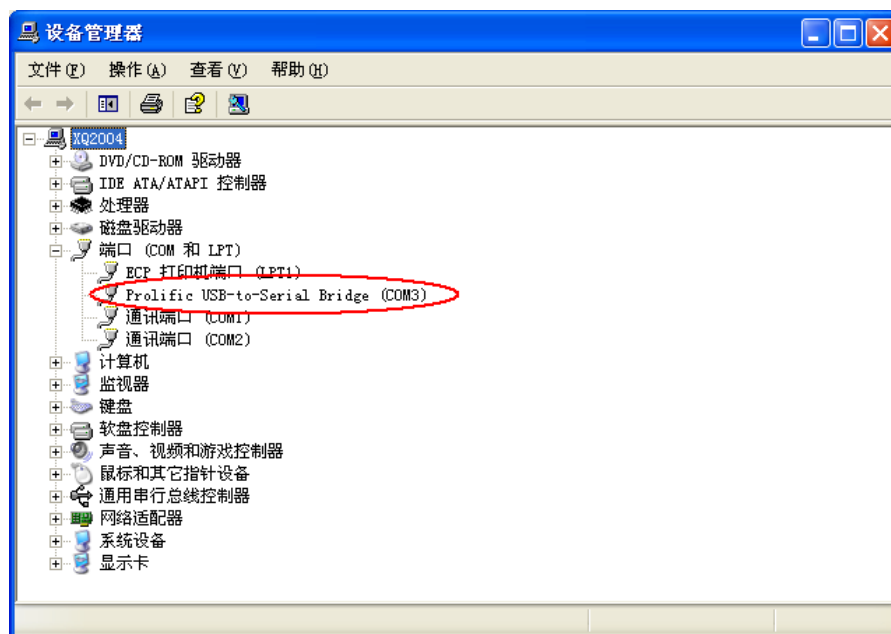

图 37
- f. 此时，可以在系统的设备管理器中看到由系统虚拟出来的串行口，如图37所示
说明：IR-1401驱动程序安装完成以后，当IR-1401插入计算机USB接口时，计算机会自动由系统建立一个虚拟的串行端口。如图37中的COM3。但是此虚拟串行口的COM编号不一定是固定不变的，也可能是COM4或其它编号，视不同的计算机系统环境而定。而且用户可以手动对COM编号进行改动。（只有在Windows2000及以上系统下可以改动COM编号）具体方法如下：
d. 当插入IR-1401时可以在系统的设备管理器中看到由系统虚拟出来的串行端口，如图37所示：